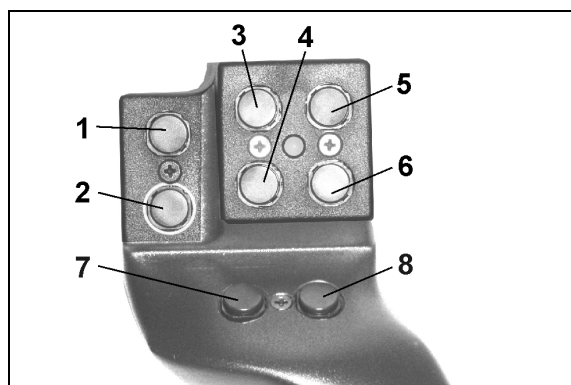

Рис. 77
Для управления терминалом **AMATRON⁺** джойстик (Рис. 77) оснащен 8 кнопками (1–8). В дальнейшем с помощью переключателя (Рис. 78/2) возможно 3-кратное изменение назначения кнопок.
- среднем положении (Рис. 77/A) и может быть установлен
- как в верхнее (Рис. 77/B), так и
- в нижнее (Рис. 77/C)
Положение переключателя отображается с помощью светодиодного индикатора (Рис. 77/1).